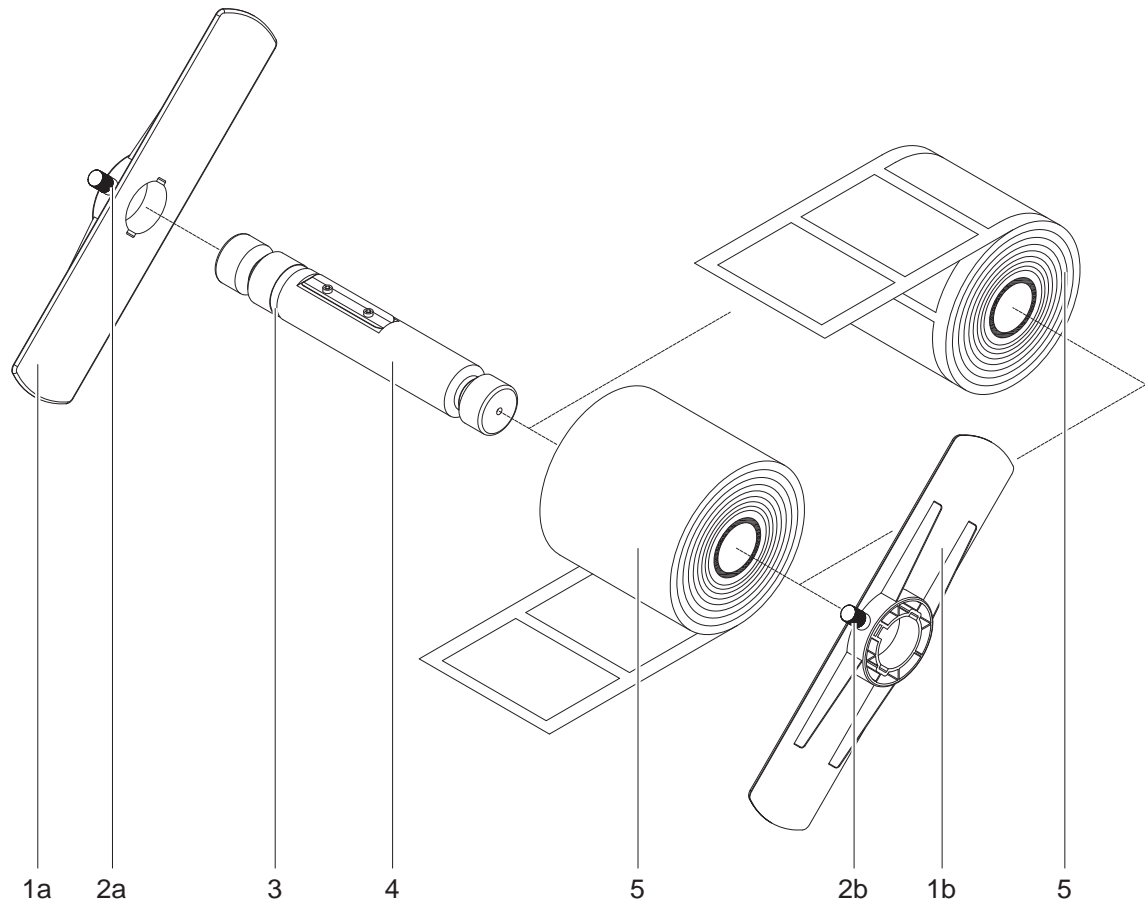

Bild 3 Aufnahme von Rollen mit 40-mm-Pappkern
- ▶ Flansch (1a) so auf die Wickelachse (4) schieben, dass der Bund nach außen zeigt.
- ▶ Flansch (1a) zur Befestigung so ausrichten, dass die Rändelschraube (2a) in die Nut (3) der Wickelachse (4) greift. Rändelschraube (2a) anziehen.
- ▶ Materialrolle (5) auf die Wickelachse bis zum Flansch gemäß Bild 3 aufschieben.